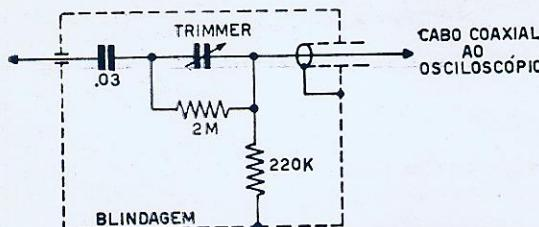

Figura 3
Formas de onda correspondendo a diferentes valores de capacidade do trimmer C_1 da ponta de prova da figura 3. Em (A) tem-se capacidade insuficiente; em (B) excesso de capacidade; em (C), o ajuste é perfeito.
Em vez de usar uma resistência ajustável, alguns fabricantes preferem empregar um trimmer no lugar de C_1 . A figura 3 ilustra o circuito de uma ponta de prova comercial, na qual o ajuste é feito por meio de condensador, cujo parafuso pode ser atingido através de um orifício na blindagem.